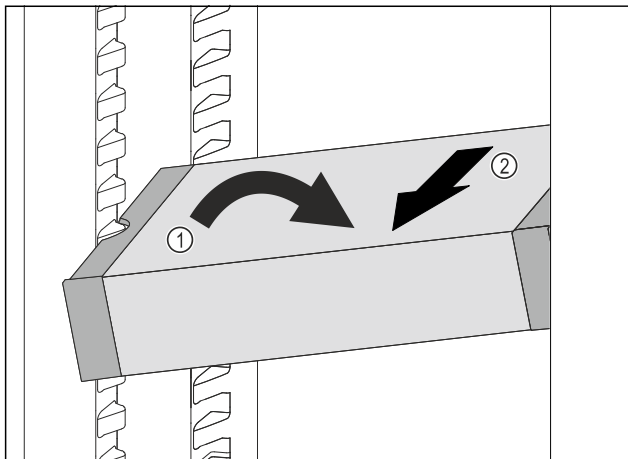

Fig. 189
- VarioSafe postavte v chladniče šikmo. Fig. 189 (1)
- VarioSafe odeberte směrem dopředu. Fig. 189 (2)